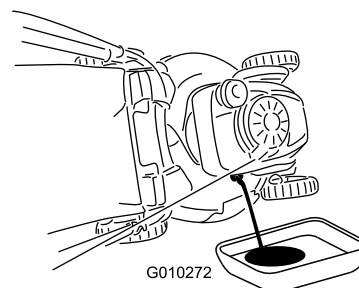

Figure 45
4. Inclinez la tondeuse sur le côté (filtre à air vers le haut) pour vidanger l'huile usagée par le goulot de remplissage (Figure 45).